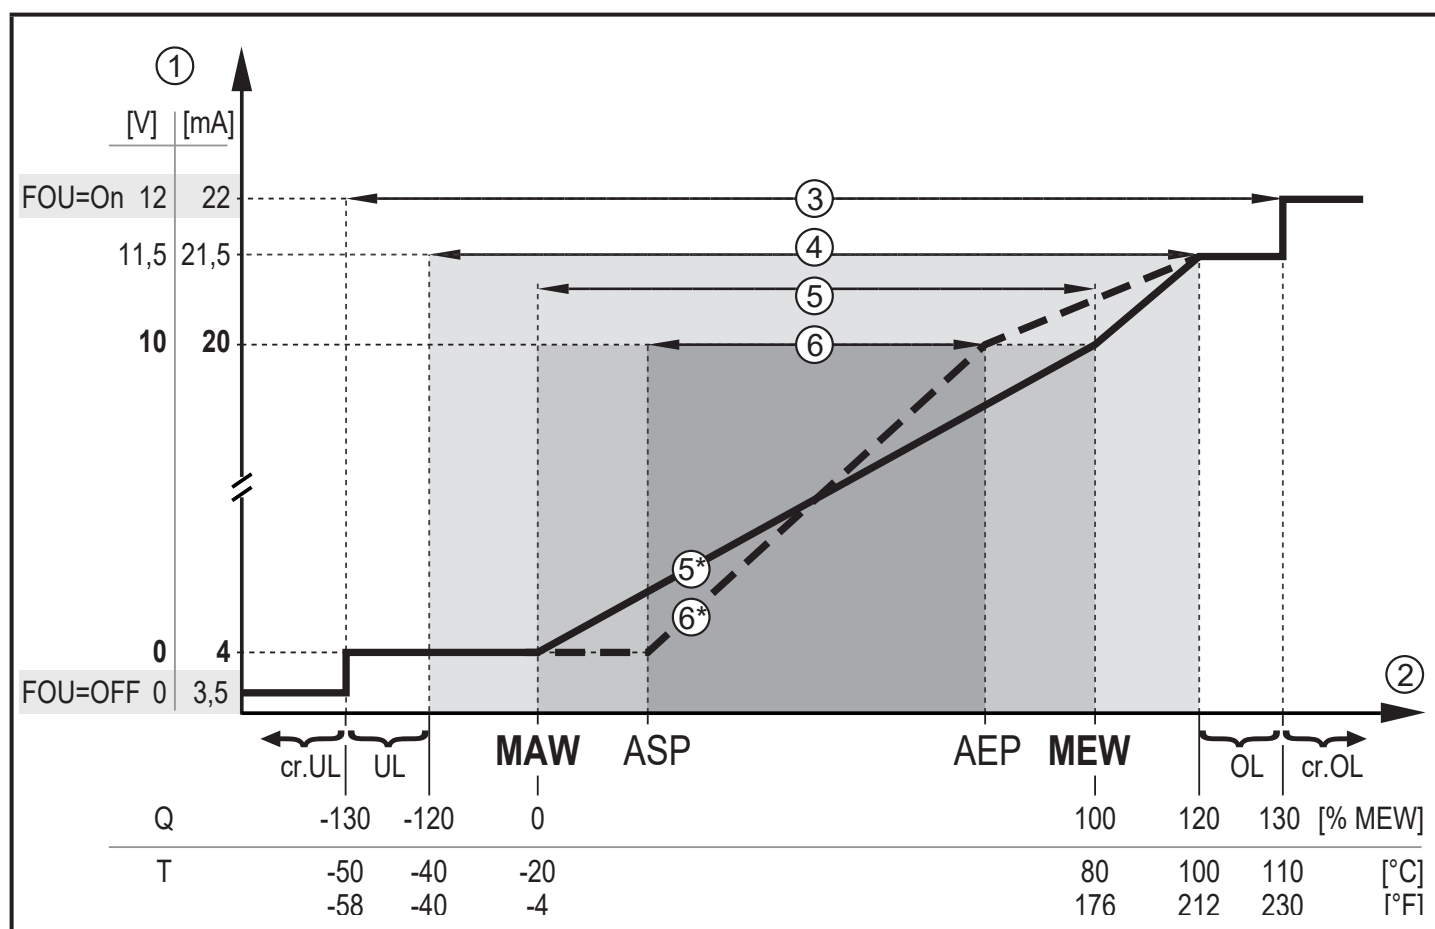

Ilustración 1: curva característica de la salida analógica según la norma IEC 60947-5-7.
- Si el valor de medición está fuera del rango de medición o se produce un error, se emiten las señales de corriente o tensión indicadas en la ilustración 1.